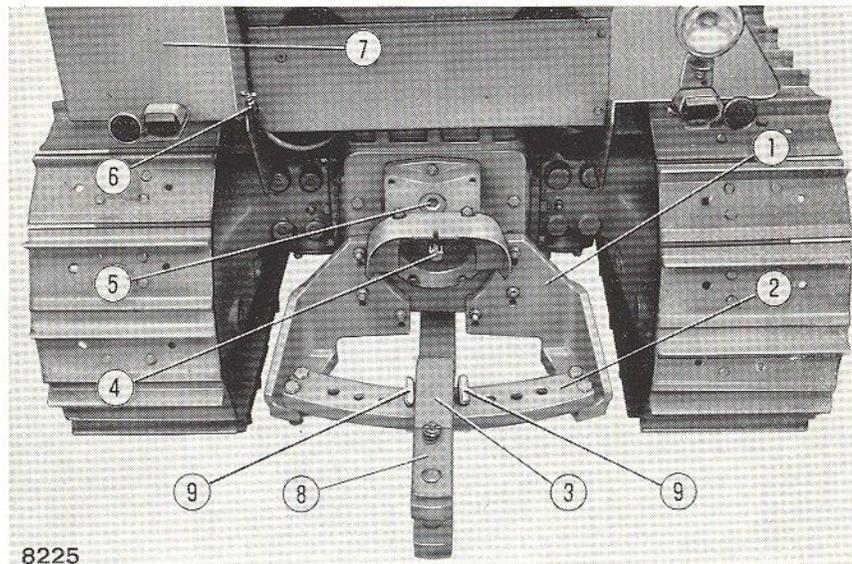

Fig. 7. - Dispositif d'attelage, prise de mouvement et prise de force.
4. Indicateur de niveau de combustible. L'aiguille se déplace sur la plage «rouge» lorsque la quantité de combustible dans le réservoir principal est inférieure à 20 litres. Pour augmenter la quantité du combustible disponible (d'autres 48 litres), ouvrir alors le robinet (6, fig. 7) du réservoir supplémentaire (7).
Le tracteur 805 C est équipé d'une barre oscillante sur traverse (fig. 7), pour les outils, machines agricoles ou les remorques à deux essieux. De son réglage correct dépendent la maniabilité de conduite du tracteur, la possibilité de produire des efforts de traction élevés et le comportement correct des outils au travail.
Réglage en hauteur : Pour réaliser les quatre positions prévues, modifier la fixation des supports latéraux 1 (fig. 7) sur le carter de transmission, ou monter la barre à trous 2 au-dessus ou au-dessous des supports susdits.
Réglage transversal : il peut, selon la nécessité, être limité ou annulé au moyen des broches 9 (fig. 7). Ce réglage offre la possibilité de relier l'outil ou la remorque en ligne ou désaxés par rapport au tracteur. Pendant les déplacements centrer toujours la barre d'attelage par rapport au tracteur et la bloquer.
On y accède en ôtant le bouchon 5, fig. 7 : elle sert pour l'entraînement de la poulie motrice et de machines comportant une vitesse de rotation élevée.
Elle est montée sur la plaque arrière du carter de transmission ou sur le carter de la prise de force, après avoir déposé le bouchon de la prise de mouvement **5**, fig. 7.